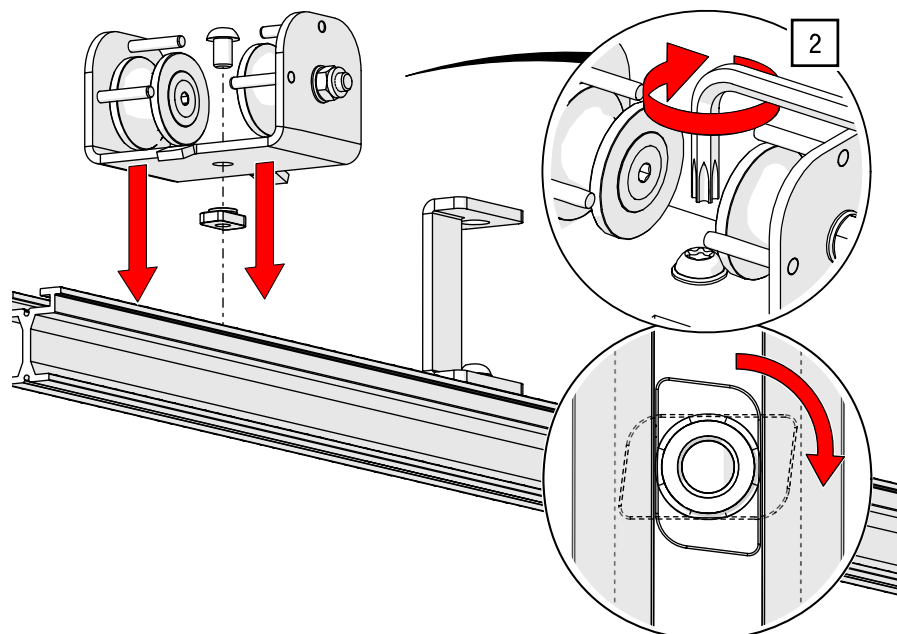

Abb. 105: Doppelt obenliegende Seilführung – Umlenkrolle montieren
2. Montieren Sie die Umlenkrolle (DOSF) an einem Schienenende und ziehen Sie die Schrauben mit dem im Schienenprofil positionierten Nutenstein mit einem TORX®-Schlüssel T40 und 27 Nm fest (siehe Abb. 105).